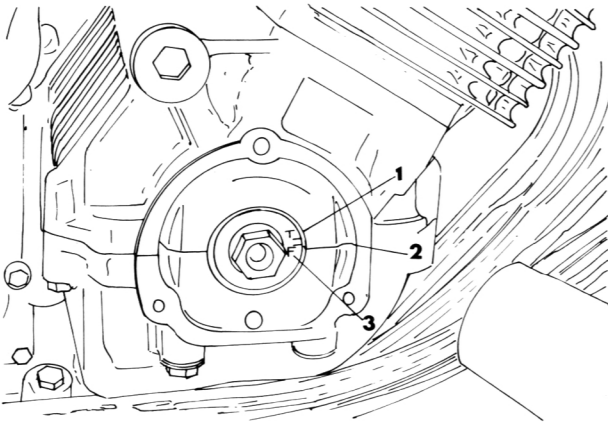

Bild 7
- Die «F»-Marke sollte mit der Dichtfläche des vorderen Kurbelgehäuses zur Deckung gelangen (Bild 7).